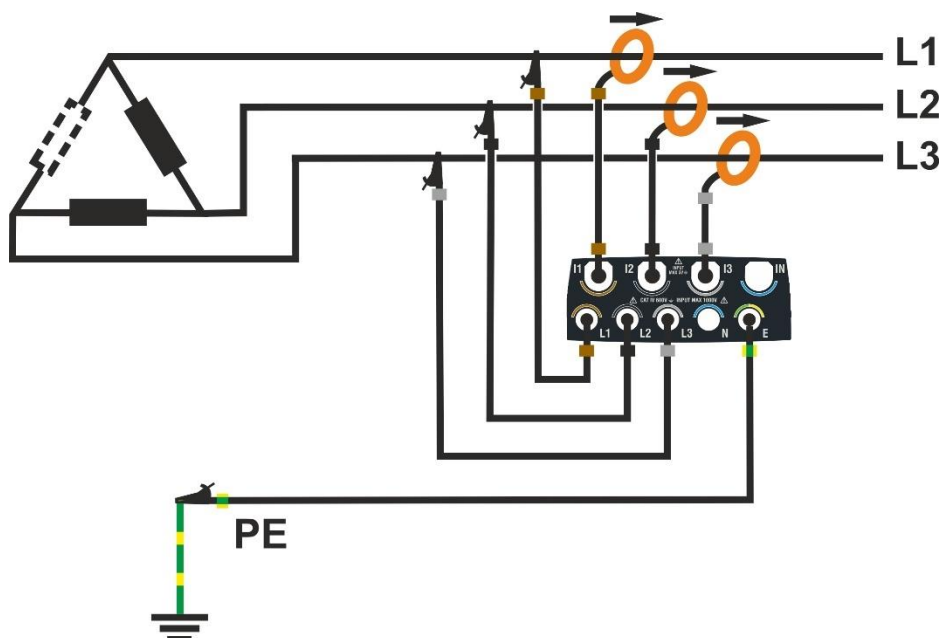

Fig. 67: Conexión del instrumento en un sistema Trifásico 3 hilos Aron
2. Conecte los cables de tensión en los conductores de L1, L2, L3 y PE como se muestra en Fig. 67. Verifique **en el visualizador la indicación “1-2-3” relativa al correcto sentido cíclico de las fases** (ver el § 5.1.1)